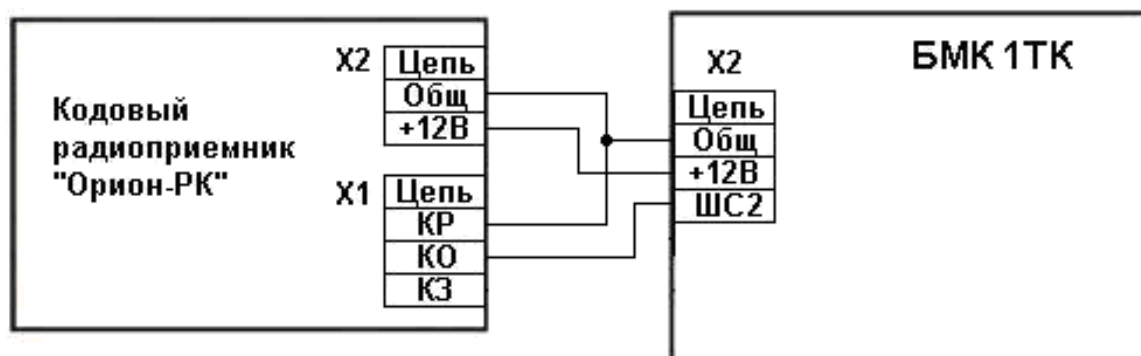

Рисунок 2 – Схема подключения кодового радиоприемника «Орион-РК»
6.6 При необходимости подключить кодовый радиоприемник радиокomплекта «Орион-РК» к прибору согласно рис. 2 (поставляется по отдельному заказу). Кодовый приемник необходимо запрограммировать в соответствии с паспортом на радиокomплект. Для нормальной работы прибора с радиокomплектом «Орион-РК»